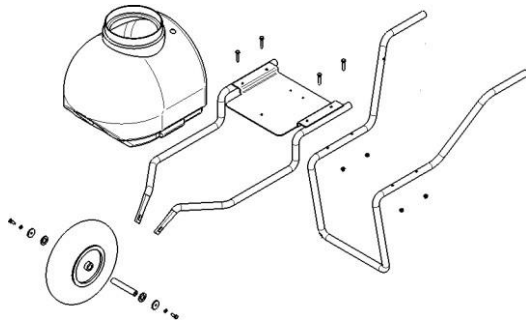

Fig.3
- Colocar a roda no devido sitio e aparafusar os parafusos; (Fig.3)
- Aparafusar o pé de apoio/braço ao chassi; (Fig.3)
- Colocar o depósito. (Fig.3)